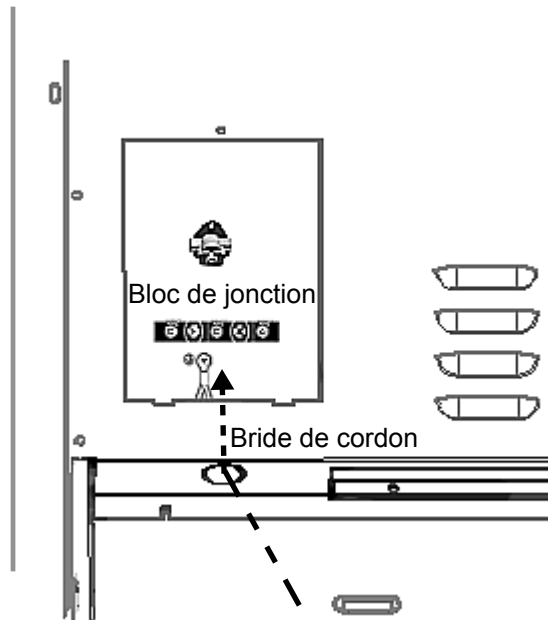

Figure 12 : Emplacement de la bride de cordon
Installez une bride de cordon (non fourni) dans le trou de 1 po (25,4 mm) de diamètre situé sous le bloc de jonction (voir Figure 12). Le câblage de l'appareil doit être acheminé au bloc de jonction par le conduit et à travers la bride de cordon. Les extrémités des fils doivent être munies de cosses en boucle de ¼ po, préférablement soudées sur place. Faites les connexions au bloc de jonction fourni (voir Figure 12).
2. Installez une bride de cordon (non fournie avec la cuisinière) dans le trou de 1 po (25,4 mm) de diamètre situé sous le bloc de jonction, dans le panneau arrière (voir Figure 12). Faites passer les fils par la bride de cordon.
2. Installez une bride de cordon (non fournie avec la cuisinière) dans le trou de 1 po (25,4 mm) de diamètre situé sous le bloc de jonction, dans le panneau arrière (voir *Figure 12*). Faites passer les fils par la bride de cordon.